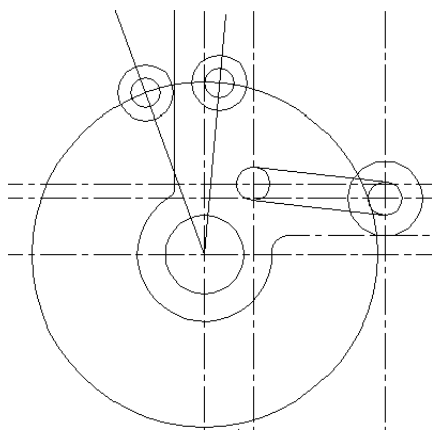

图 6-55
(17)分别捕捉半径为“92”的圆与刚才绘制好的两条直线的交点作为圆心，分别绘制一半径为“8”和一半径为“15”的同心圆。如图 6-55 所示：